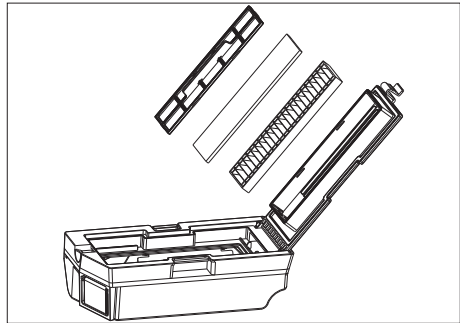

Abb. 18 – Staubbehälter öffnen/Filter entfernen
- ▶ Entnehmen Sie den Staubfilter vor der Reinigung mit Wasser (**s. Abb. 18**).
- ▶ Setzen Sie die Filter in der korrekten Reihenfolge wieder ein (s. **Abb. 18**).